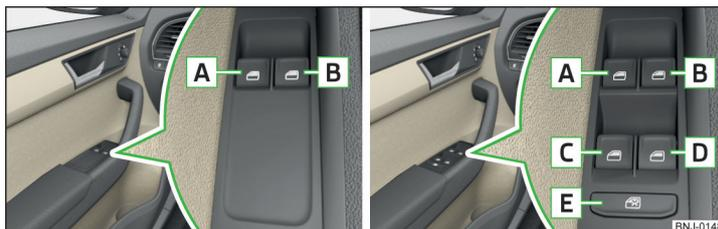

Fig. 38 Touches des lève-vitres : variante 1/variante 2
En fonction de l'équipement, les touches de la portières permettent de commander les vitres avant - variante 1 ou les vitres avant et arrière - variante 2 » fig. 38.
Dans la **variante 2**, » fig. 38 la **vitre conducteur** peut être entièrement ouverte automatiquement par un court appui de la touche jusqu'à la butée. En appuyant à nouveau ou en tirant sur la touche, la vitre s'arrête.
Dans la **variante 2**, » fig. 38 la **vitre conducteur** peut être entièrement fermée automatiquement en tirant la touche jusqu'à la butée. En tirant à nouveau ou après un appui sur la touche, la vitre s'arrête.
➤ Appuyez sur la touche **[E]** » fig. 38.
Si des personnes non autonomes, telles que des enfants, sont assises sur les sièges arrière, il est recommandé, par mesure de sécurité, de neutraliser les touches des portières arrière avec la touche **[E]** » fig. 38.
- La **variante 1** des lève-vitres électriques » fig. 38 à la page 59 ne dispose pas d'une limitation de la force exercée. Fermer les vitres avec précaution – risque de blessures !
- La **vitre du passager avant de la variante 2** des lève-vitres électriques » fig. 38 à la page 59 ne dispose pas d'une limitation de la force exercée. Fermer la vitre avec précaution – risque de blessures !